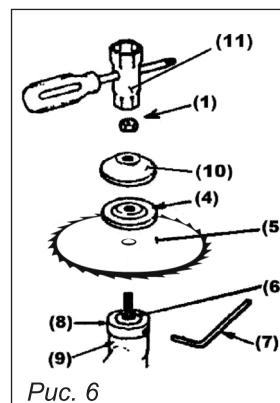

Рис. 6
5.4. Установка дискового ножа (рис. 6)
1. Установите на выходной вал редуктора (2) внутренний, а затем прижимной фланец (см. рис.6).
2. Зафиксируйте вал от проворота с помощью ключа (11) (см. рис.6), закрутите кассету с леской (3) против часовой стрелки до упора.